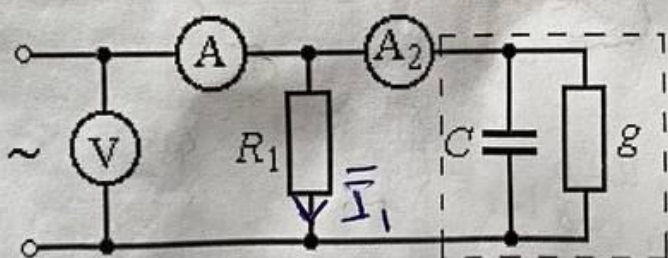

Рис. 3.1
Схемы активно-емкостной и активно-индуктивной цепей, исследуемые в работе, показаны на рис. 3.1 и 3.2 соответственно.
1. Собрать цепь по схеме рис. 3.1 с параметрами согласно варианту, указанному преподавателем (табл. 3.1).